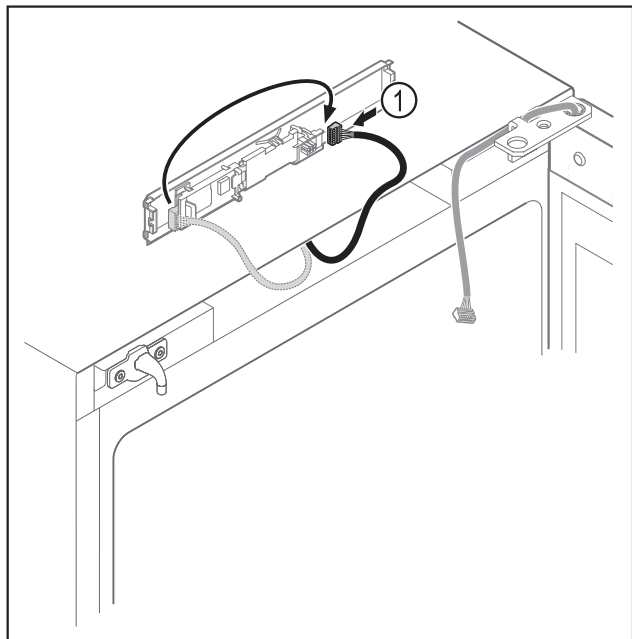

Fig. 16
- ▶ Ponovno spojite utikač Fig. 16 (1) na tiskanu pločicu.